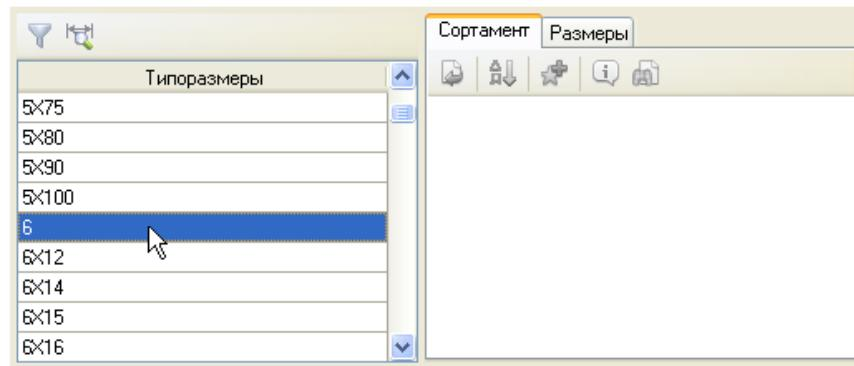

Рисунок 30.
- В окне Типоразмеры отключите кнопку Показать типоразмеры с учетом применяемости. Это позволит просмотреть все типоразмеры данного сортамента материала (рис. 30).